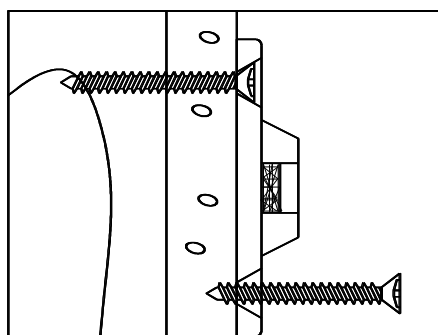
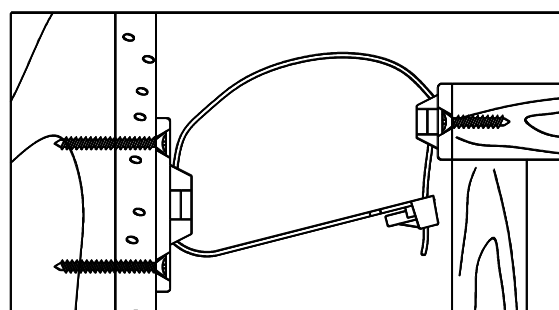

Figure 2
Figure 3
- 3) INSTALLATION DU SUPPORT CÔTÉ MUR** : Placer le support côté mur le long des marques du montant choisi de manière à ce qu'il soit adjacent au support côté meuble lorsque le meuble sera placé à son emplacement final. Le support côté mur devrait être situé 2,5 cm (1 po) plus bas que le support côté meuble (voir Figure 3). Utiliser les DEUX vis longues pour fixer le support de montage côté mur au mur. Se souvenir de placer le support côté mur à la verticale de manière à ce que les deux vis s'enfoncent dans le montant choisi (voir la Figure 2).